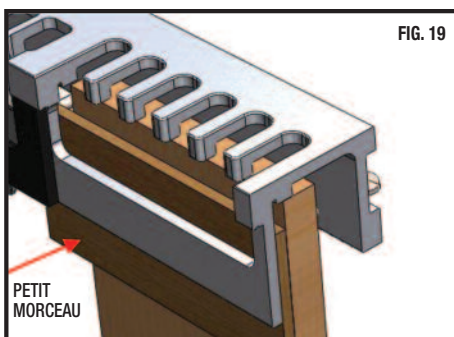

FIG. 19
2. Insérez la première planche dans la partie « QUEUES » du gabarit de queue d'aronde avec une fine pièce de déchet d'au minimum 1/4" (6,4 mm) d'épaisseur pour décaler la première planche et le gabarit. (FIG. 19)
Pour éviter la partie « arrondie » du doigt de guidage du gabarit, utilisez une pièce de déchet de 1/4" (6,4 mm) d'épaisseur entre le bois et la surface intérieure du gabarit pour décaler la planche de la partie « arrondie » (figure 19, page 5).